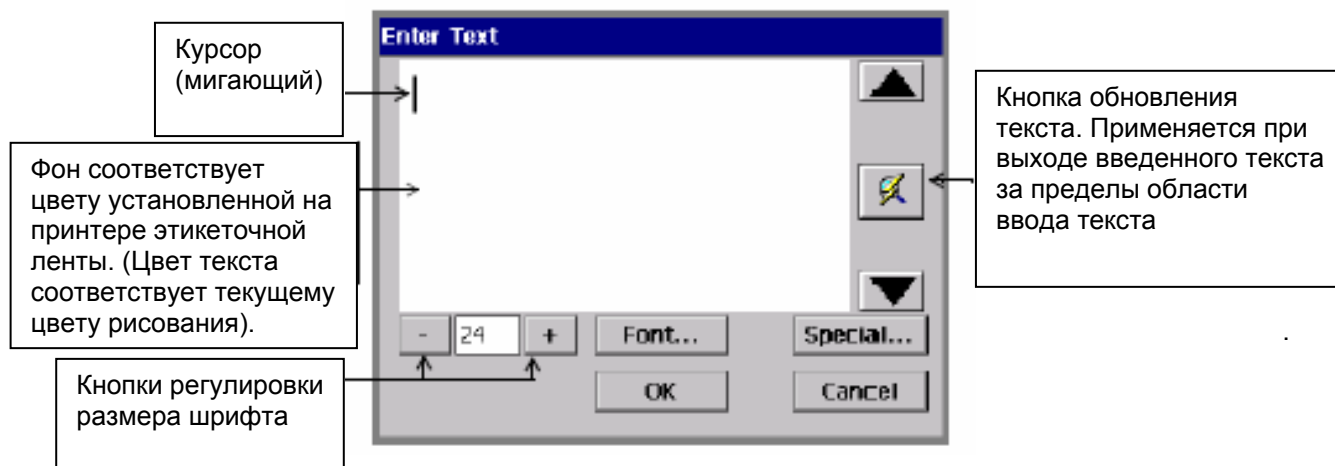

Рис. 7-3. Окно ввода текста.
2. Нажать кнопку **Font** (шрифт) в окне ввода текста, показанного на рис. 7-3 на стр. 7-6.
1. Нажать кнопку **Special** (специальные символы) в окне ввода текста (см. рис. 7-3). Открывается окно выбора специальных символов.